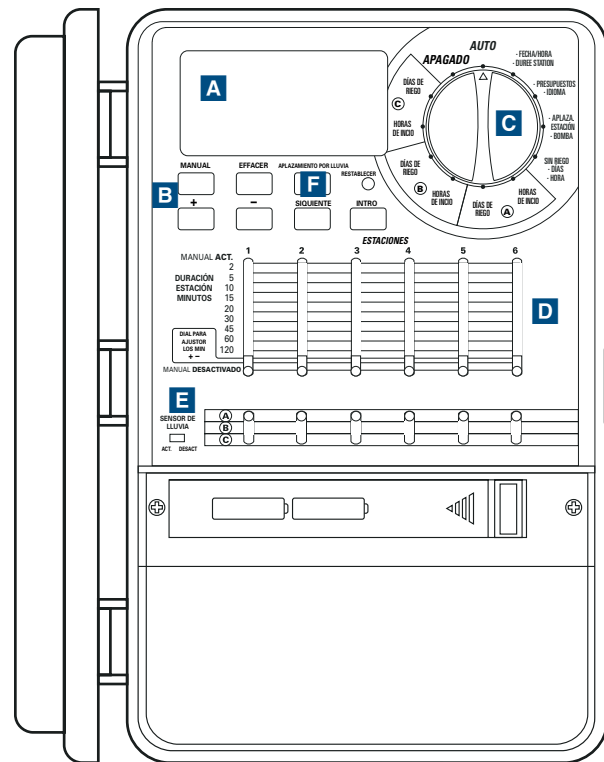

Ilustración 1: Vista frontal del programador de riego
- Corra hacia la izquierda la tapa del compartimento de pilas [Ilustración 1]